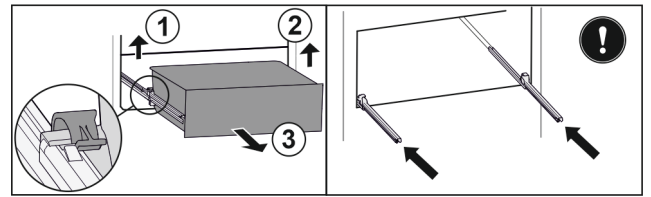

Fig. 33
- ▶ Linker klem optillen en gelijktijdig de lade links naar voren trekken Fig. 33 (1).
- ▶ Rechter klem optillen en gelijktijdig de lade rechts naar voren trekken Fig. 33 (2).
- ▶ Lade er naar voren uitnemen Fig. 33 (3).